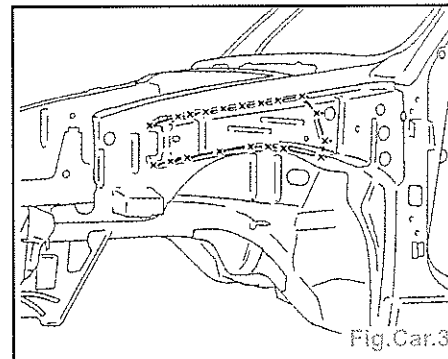

Fig. Car. 3
- Déposer le renfort de doublure d'aile partiel (Fig.Car.3).